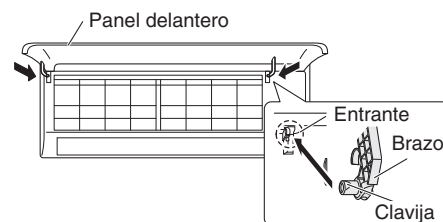

Fig. 3-17
- (1) Mientras alinea el borde superior de la rejilla con el bastidor, desplace la rejilla en el plano horizontal e inserte la parte superior e inferior en el bastidor.
- (2) Presione la rejilla firmemente con la mano para asegurarse de que no haya ningún espacio entre el bastidor y la rejilla.
- (3) Apriete los seis tornillos. Y fije en su sitio las cubiertas que ha retirado.
- (4) Agarre las secciones que se encuentran cerca de los brazos del panel delantero de ambos lados, y sostenga el panel delantero de forma que esté casi en horizontal. Empuje los ejes del brazo hacia el exterior hasta que entren en contacto con la parte superior de las muescas que se encuentran en los laterales izquierdo y derecho del acondicionador de aire. A continuación, empuje con firmeza hasta que los ejes del brazo encajen en su sitio. (Fig. 3-17)